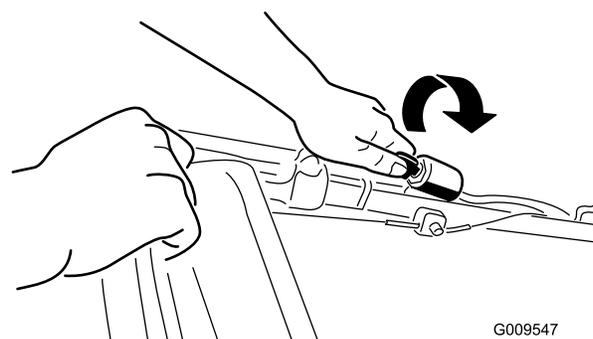
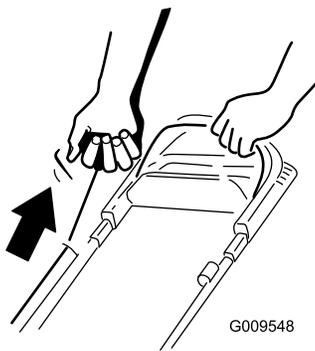

Figure 14
Figure 15
2. Tournez la clé de contact (Figure 14) (modèle à démarrage électrique uniquement) ou tirez la poignée du lanceur (Figure 15).
**Remarque:** Tirez la poignée du lanceur jusqu'à ce que vous sentiez une résistance, puis tirez vigoureusement (Figure 15). Laissez le lanceur se rétracter lentement jusqu'à la poignée.